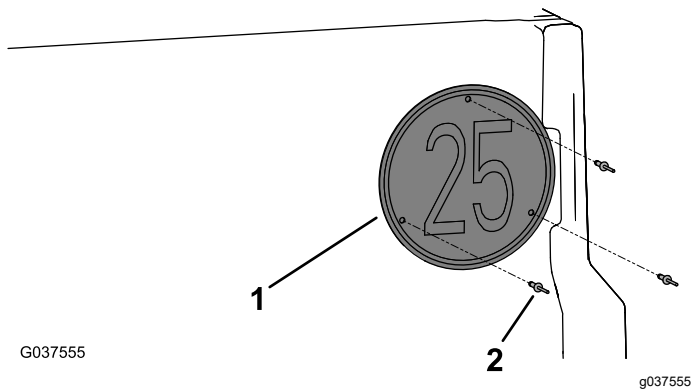

図 14
4. テールゲートに速度表示板を取り付けるポップリベット3/16 x 15/16"3本で図 14のように取り付ける。